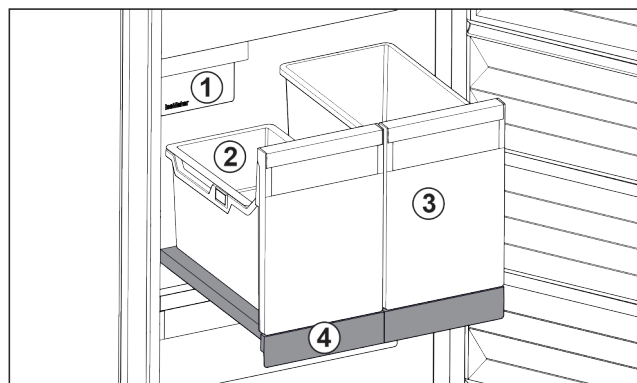

Fig. 99 Uttreksplate med IceTower
(2) Isbitbrett
(4) Uttreksplate
Det er to høye beholdere (IceTower) på uttreksplaten. I beholderen Fig. 99 (2) blir isbiter fra IceMaker samlet og lagret. Beholderen Fig. 99 (3) er egnet for lagring av høye matvarer som f.eks. pizzaer eller alkoholholdige drikkevarer.